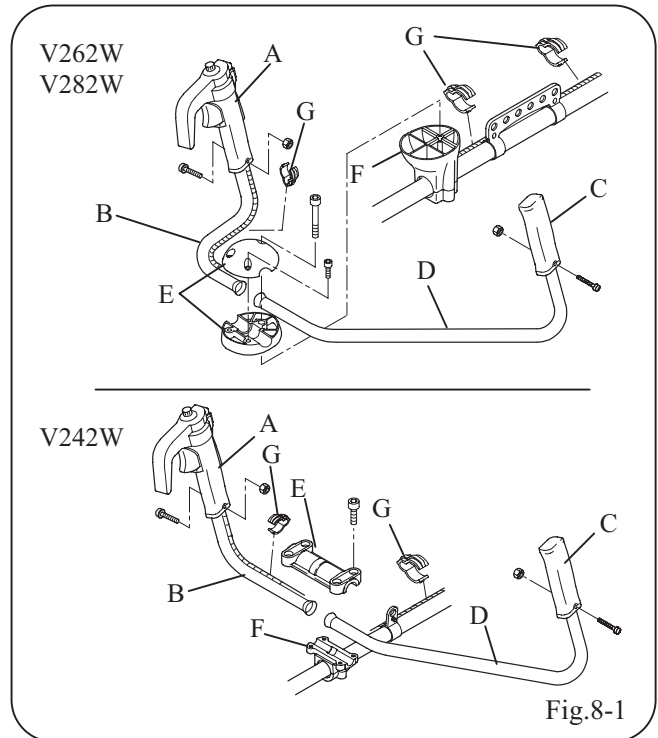

Fig.8-1
Monter la poignée de commande (A) sur le manche (B) et la poignée (C) sur le manche (D). Introduire les poignées individuelles avec les rainures dans le portepoignée (F), les tenir avec le porte-poignée (E) et les fixer à l'aide de boulons. Fixer l'ensemble câble/cordon au manche à l'aide d'une courroie (G). (Fig. 8-1)